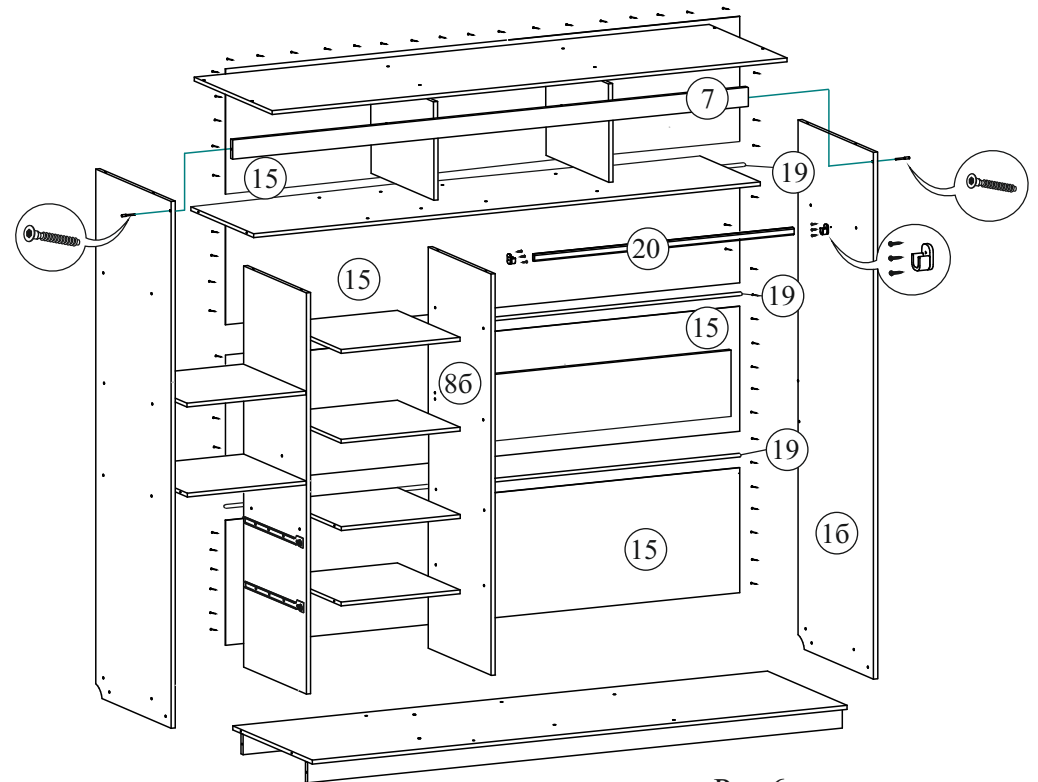

Рис.6
7. В выставленном корпусе шкафа с помощью шурупов 3,5х16 и штангодержателей установить штангу металлическую для одежды 20 (рис.6).